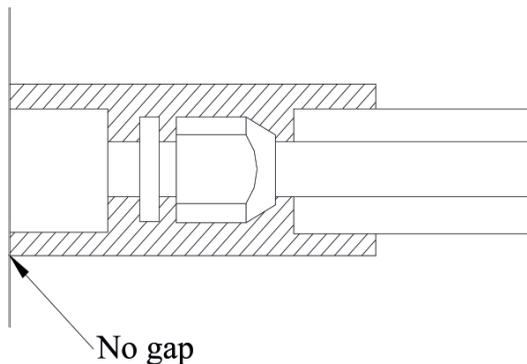

Fig.19
- ① Durante a ligação da unidade interior e o tubo do fluido frigorígeno, nunca puxe as juntas da unidade interior com força; caso contrário, o tubo capilar ou outro tubo pode rachar, o que pode provocar uma fuga de fluido frigorígeno.
- ② A tubagem de fluido frigorígeno deve ser segura com suportes, e não deve ser a unidade a suportar os mesmos.
- b. As juntas da unidade interior devem ser isoladas de forma evitar a entrada de ar para o interior do isolamento, como mostrado na Fig.19.